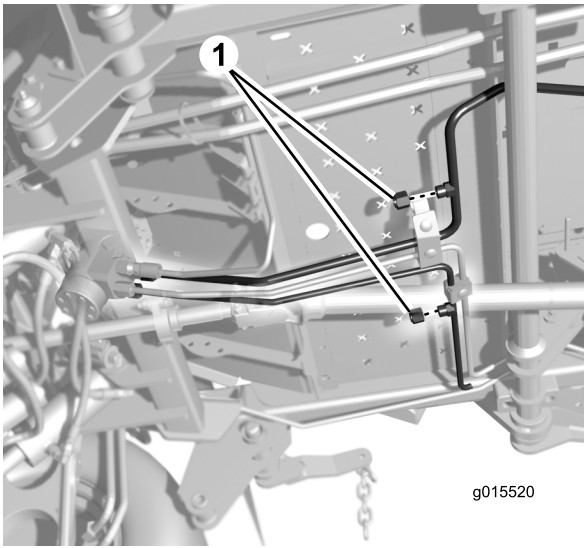

图8
1. 在液压管盖下面放置一个放油盘图8。
2. 从机器液压管上取下盖子图8。安装液压管时一次取下一个盖子以防液压油过度流失。